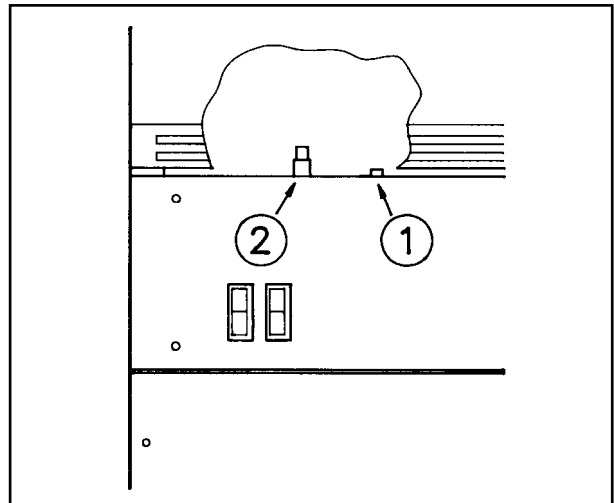

Fig. 2
Sollte die Temperatur im Gerät 100°C übersteigen, unterbricht der STB die gesamte Spannung, so dass Brenner und Ventilator ausser Funktion gesetzt werden. Nachdem sich das Gerät abgekühlt hat, startet es nicht automatisch, sondern muss durch das Drücken der Reset Taste (1) des STB wieder gestartet werden (siehe Fig.2). Der DV M 20 besitzt zwei STB Thermostate deren Reset Taste (1/2) in diesem Falle beide gedrückt werden müssen (siehe Fig 2).
Au cas ou la température dépasserait les 100°C, le thermostat de sécurité couperait tous les circuits électriques, mettant ainsi hors service le brûleur et le ventilateur. Lorsque l'appareil sera refroidit il ne se remettra pas en service automatiquement. Le redémarrage devra se faire manuellement en enfonceant le bouton de réarmement (1) situé sur le limiteur de température (Fig. 2). Les appareils du type DV M 20 possèdent 2 thermostats limiteur de température, avec chacun un bouton de réarmement (1/2) (fig. 2).
If the temperature inside the unit rises above 100°C the safety temperature limiter will switch off all voltage to the unit so that burner and fan are inactivated. When the unit has been cooled down it will not start automatically. Re-starting will follow by pressing the reset-button (1) on the safety temperature limiter (SBT) (see fig. 2). DV M 20 has two SBT thermostats each with a reset press-button (1/2) - (see fig. 2).